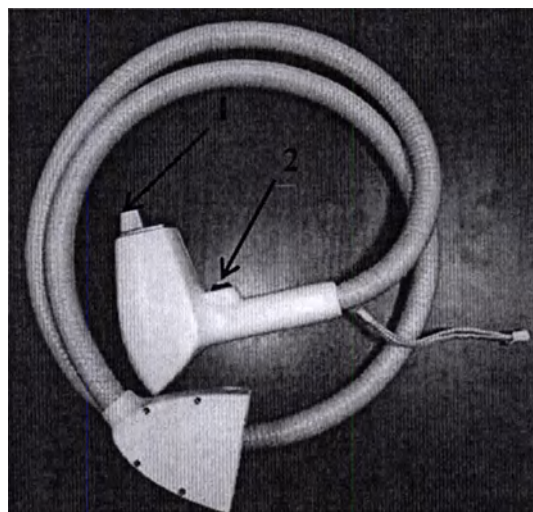

Рис. 12.11 – Внешний вид манипулятора 9 (1-защитное окно манипулятора, 2-кнопка нажатия педали)
12.3.1 Манипулятор 9 1кВт (диодная манипула 10x10мм Тип А) представляет собой диодный лазер с оптической системой и системой охлаждения торца непосредственно контактирующего с кожей. Площадь сканирования 10x10 мм. Дезинфекции подлежат части манипулятора непосредственно соприкасающиеся с кожей пациента. Внешний вид манипулятора 9 представлен на рис.12.11.